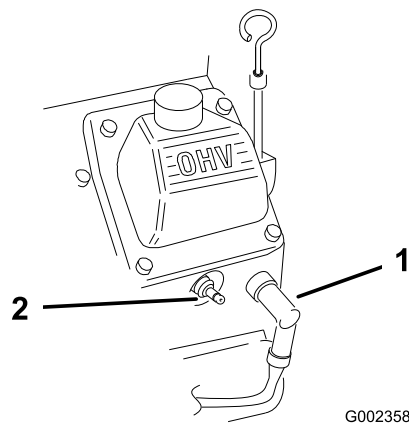

Figura 28
- Scollegate i cappellotti dalle candele (Figura 28).